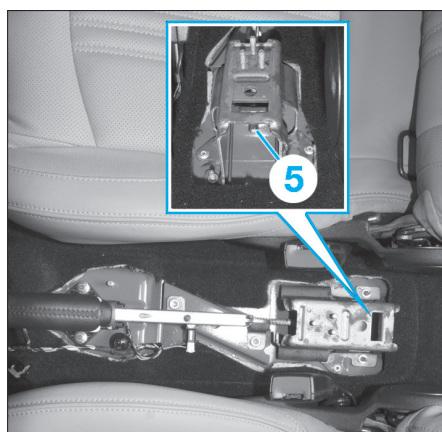

Fig. 24
- Repérer la position de l'écrou de réglage (5) (Fig.24).
- Desserrer de 2 ou 3 tours l'écrou de réglage (5) afin de détendre complètement les câbles.